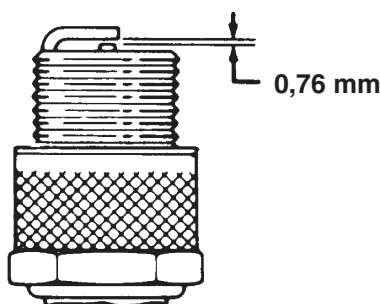

Figure 29
4. Réglez l'écartement entre les électrodes centrale et latérale à 0,76 mm (Fig. 29). La bougie installée doit avoir l'écartement correct et être serrée à 20 Nm.